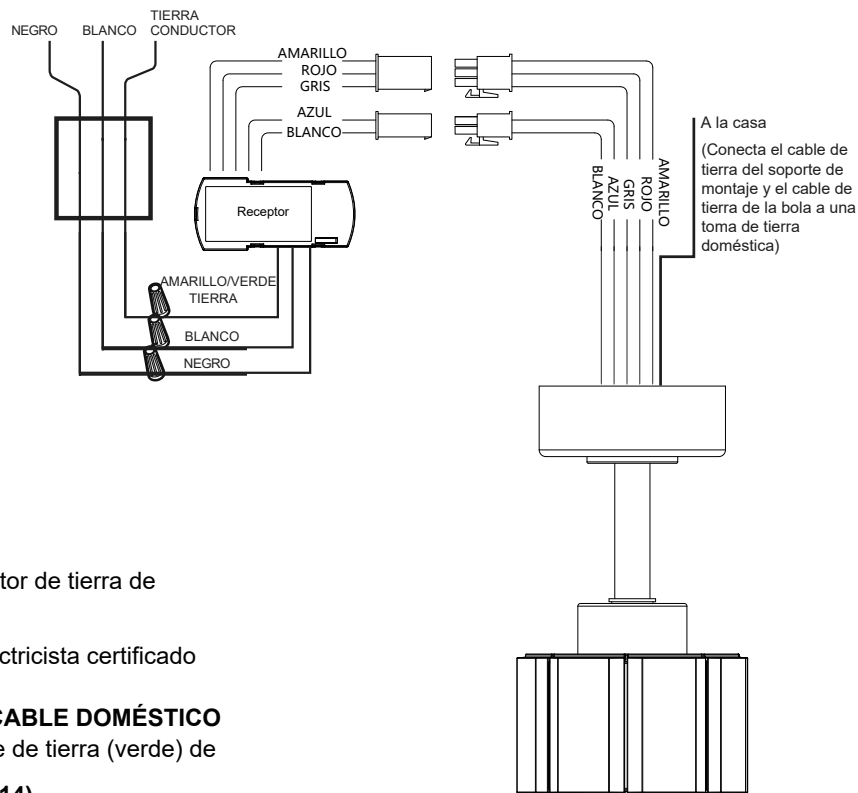

Fig. 14
Paso 1. El cable negro del receptor (AC IN L) se conecta al cable negro cable (CALIENTE) de la caja del enchufe del techo (Fig. 14).
Paso 2. El cable blanco (AC IN N) del receptor se conecta al blanco cable (NEUTRO) de la caja del enchufe del techo(Fig. 14).
Paso 3. El cable de tierra (amarillo/verde) del receptor se conecta al conductor de tierra de la caja de salida del techo (Fig. 14).
la bola se conecta al conductor de tierra de la caja de salida del techo (Fig. 14).